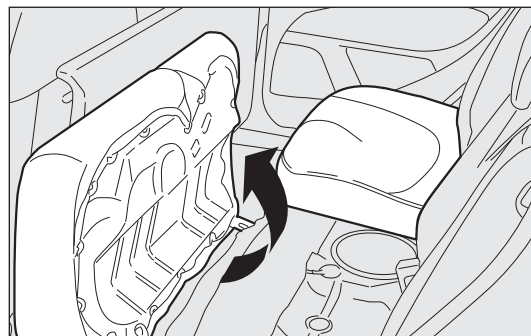

fig. 92
Ampliación parcial (1/3 o 2/3) fig. 92 (para versiones/países donde esté previsto)
- ☐ incline los respaldos hacia adelante en el sentido indicado por la flecha fig. 92;